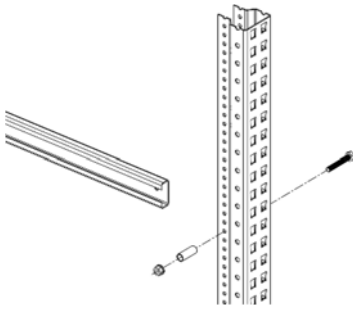

Abb. 5
5. Obere Verbindungsstrebe einsetzen und Schrauben lose einstecken. (Abb. 5)